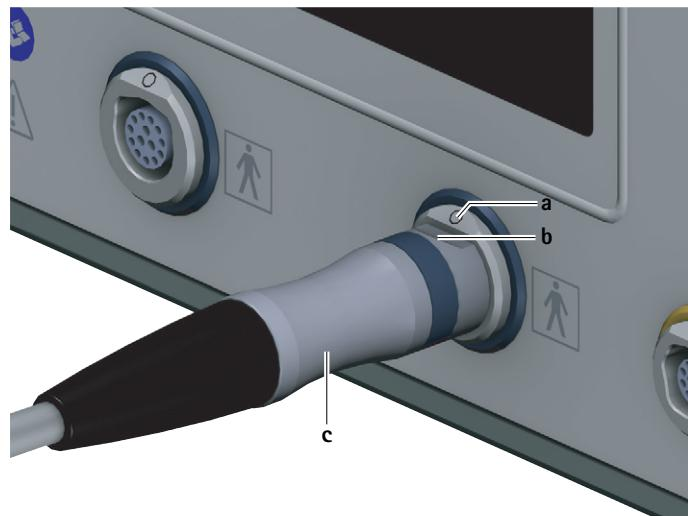

Рис. 3 Подключение моторного кабеля
- Выровнять штекер блока управления с на моторном кабеле таким образом, чтобы маркировка **b** на штекере соответствовала маркировке **a** на гнезде для рабочего элемента 7, см. Рис. 3.
- ▶ Вытянуть моторный кабель на штекере для блока управления с из гнезда для рабочих элементов 7, см. Рис. 3.